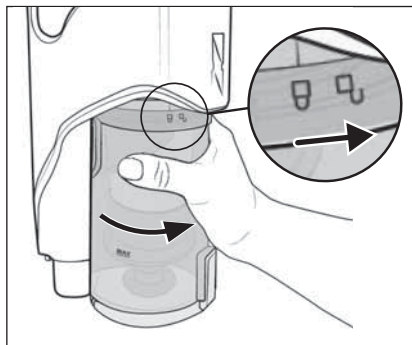

Fig. 25
- 8) Vuelva a colocar el depósito de polvo **7** en el aparato y gírelo hacia el símbolo  (cerrar) hasta que quede firmemente montado en el aparato (consulte la fig. 25).